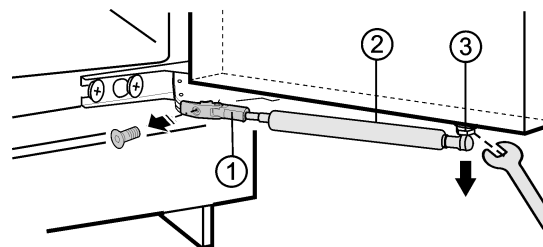

Fig. 1
- ▶ Desatornille el soporte Fig. 1 (1).
- ▶ Desatornille la rótula esférica Fig. 1 (3) junto con el amortiguador de cierre Fig. 1 (2) y colóquelos a un lado.